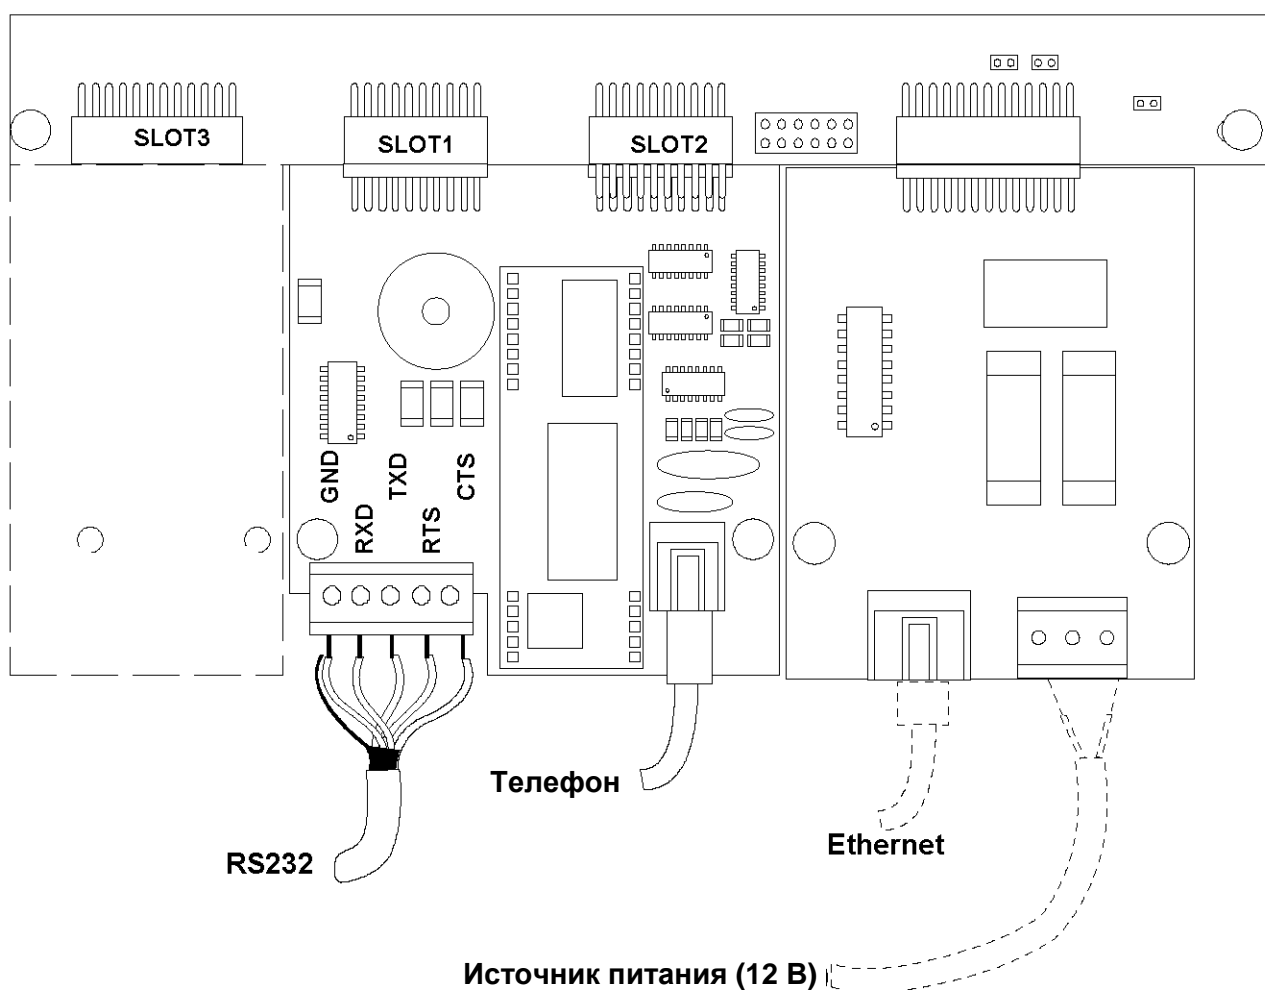

Рисунок 13: Подключение кабелей к модему и RS232
- Подключение телефонного кабеля выполняется в соответствии с Рис. 13.
- Плата также имеет вспомогательную линию RS232. Подключение осуществляется при помощи съемного соединителя с винтовыми соединениями, распределение сигналов показано на Рис. 13.